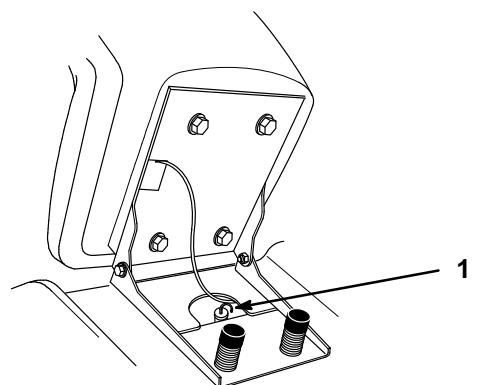

Figure 46
4. Nettoyer les abords de la jauge de transmission (Fig. 46) pour éviter la chute d'impuretés dans l'ouverture de remplissage, ce qui risquerait d'endommager la transmission.
5. Retirer la jauge et essuyer l'extrémité métallique (Fig. 46).
6. Verser lentement le volume d'huile de recharge spécifié dans le tube de remplissage (Fig. 46).
8. Contrôler ensuite le niveau d'huile de la boîte-pont comme expliqué à la page 43. Rajouter de l'huile lentement pour amener le niveau jusqu'au repère du plein (F) sur la jauge.